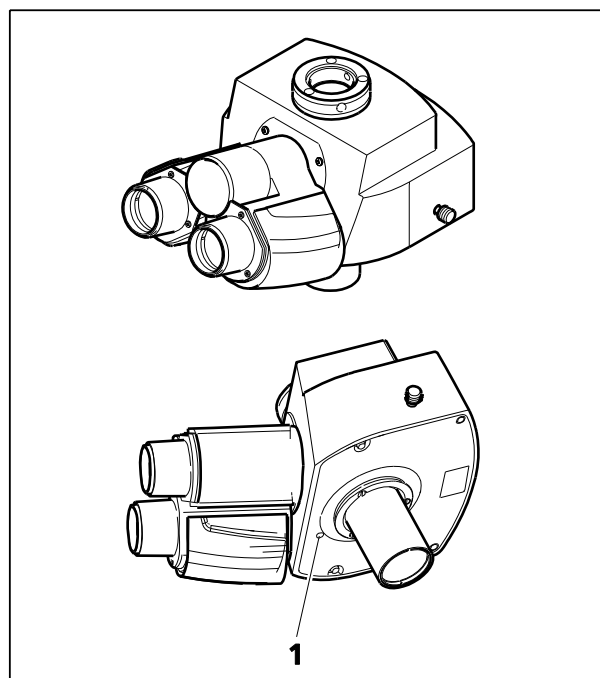

Figure 3-47 Réglage de la tige d'actionnement
- Régler le pas de mouvement à l'aide de la vis (1,5 mm) (Figure 3-47/1) située sur le côté inférieur.